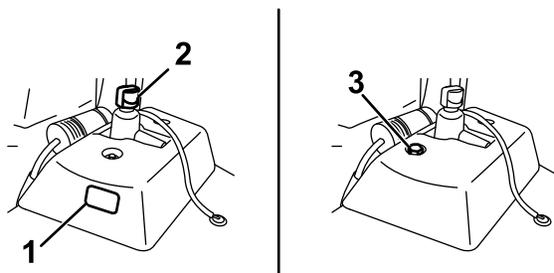

Figura 55
- Si el depósito hidráulico auxiliar tiene mirilla, compruebe el nivel de aceite en la mirilla (**Figura 55**) y vaya al paso 5.
- Si el depósito hidráulico auxiliar no tiene mirilla, localice la varilla de aceite en la parte superior de la máquina (**Figura 55**) y vaya al paso 3.